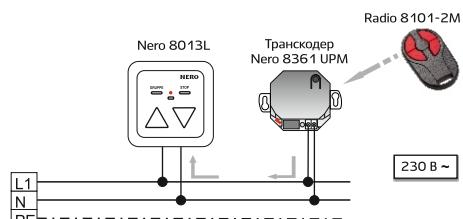

Рис. 2 – Использование пультов Radio в линейке Nero
- поддержка пультов линейки Radio (при использовании транскодера Nero 8361 UPM) (рис. 2).